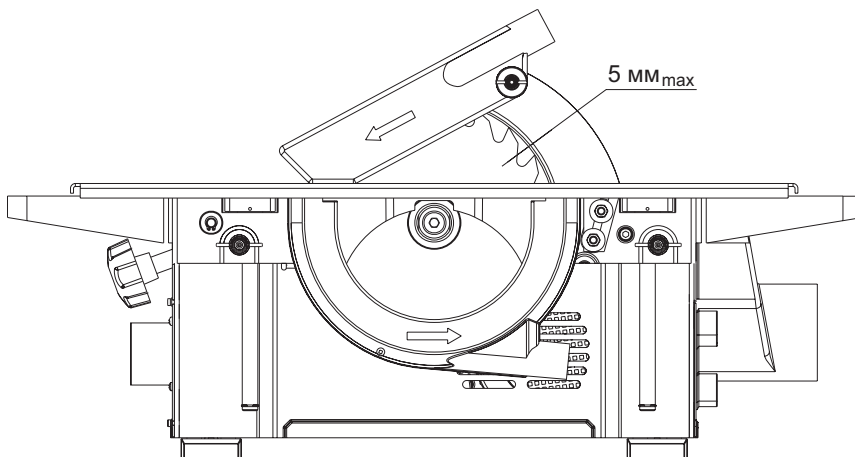

Рисунок 7. Приспособление пильное 0000-01-01. Комплект № 1.
- с радиальным расстоянием между расклинивающим ножом и зубчатым венцом пильного диска не более 5 мм (рис. 7), что достигается перемещением расклинивающего ножа по наклонному пазу. После установки фиксируется гайками 134.